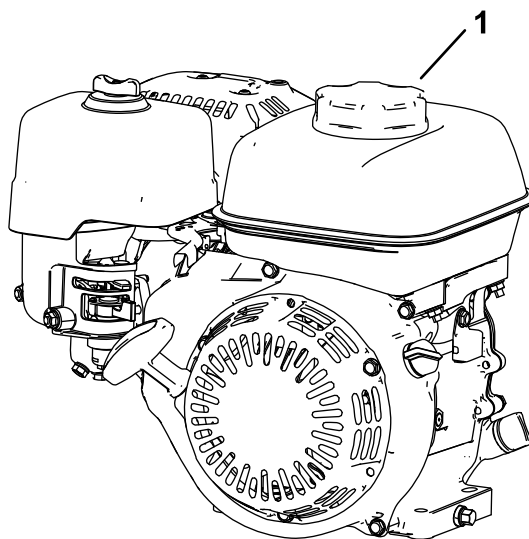

Figura 17
1. Curățați în jurul capacului rezervorului de combustibil și îndepărtați capacul de la rezervor (Figura 17). Umpleți rezervorul de combustibil până în partea de jos a gâtului rezervorului; consultați *Manualul operatorului* motorului.